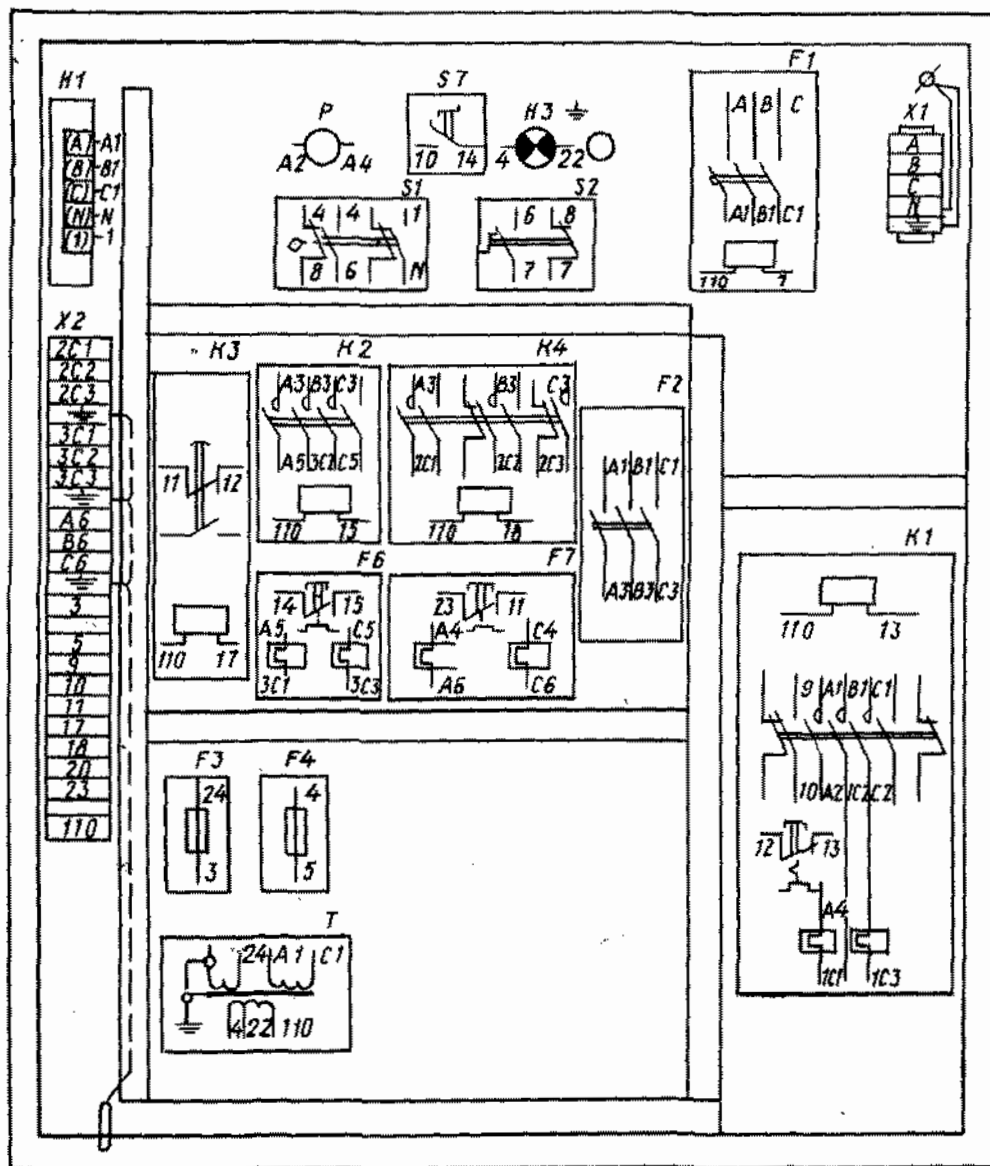

Рис. 6. Шкаф управления. Расположение электроаппаратов
**ВНИМАНИЕ!** При системе энергоснабжения с изолированным нейтральным проводом снять перемычку между клеммами *N* и  $\perp$  на вводимом наборе *XI* (рис. 6), установленном в шкафу управления.